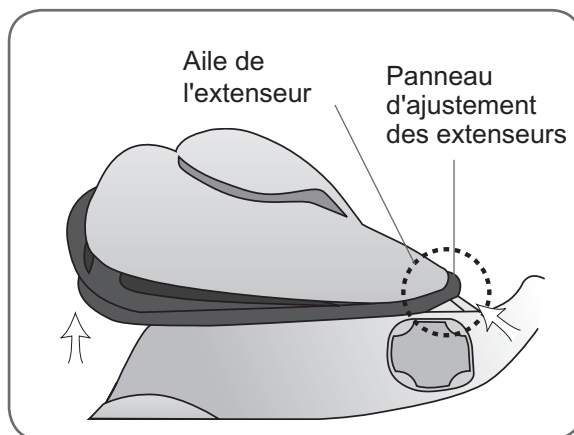

Figure 5-8 : Rattachement du panneau d'ajustement de l'extenseur.
1. Lorsque l'aile de l'orthèse est ouverte, alignez le panneau d'ajustement de l'extenseur avec l'aile de l'extenseur. Reportez-vous à la Figure 5-8.